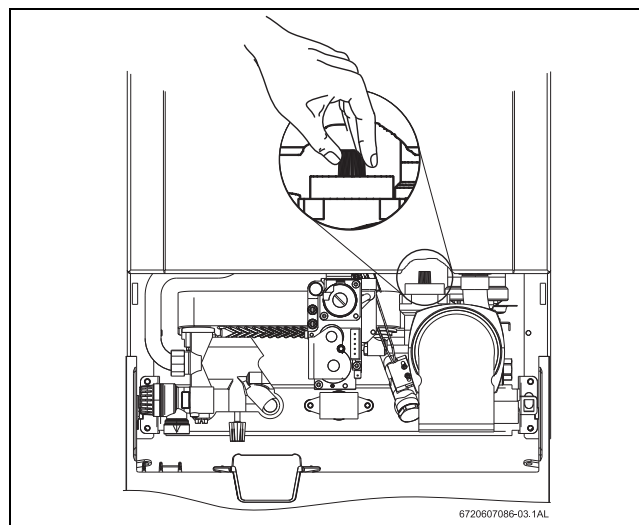

Fig. 12 Ouvrir la valve de purge
- Remplir l'installation à l'aide du robinet de remplissage (38).
- Pour purger l'appareil en utilisant le purgeur automatique, ouvrir le couvercle de la valve de purge (voir Fig. 12).